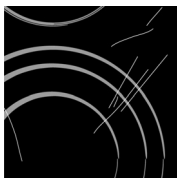
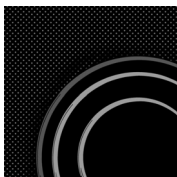

рис. 1
рис. 2
посуды, устранив возможные инородные предметы, которые могут повредить стеклокерамическую поверхность (рис. 1).
Внимание: металлические губки, абразивные чистящие средства царапают стеклокерамическую поверхность. Также нельзя использовать для очистки стеклокерамики агрессивные чистящие спреи и не предназначенные для стеклокерамики жидкие очистители (рис. 1 и рис.2).
Нанесенные обозначения могут стираться вследствие использования агрессивных и грубых чистящих средств, а также посуды с повреждениями дна (рис.2)
- Монтируемую плиту следует со всей силой, сверху вниз, прижать к рабочей плите и в таком положении прикрепить к ней четырьмя (4) винтами с нижней стороны. При этом необходимо следить за правильным положением скоб для прикрепления монтируемой нагревательной плиты, так как оно различно в зависимости от использования рабочих плит различной толщины: 30 и 40 мм (рис. 2 и 2а).